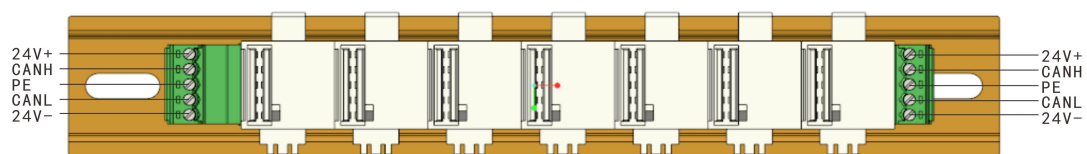

图 1-2 DIN35 导轨连接器安装图
- 1) 将符合接口标准的专用连接器卡入导轨, 如图 1-2。